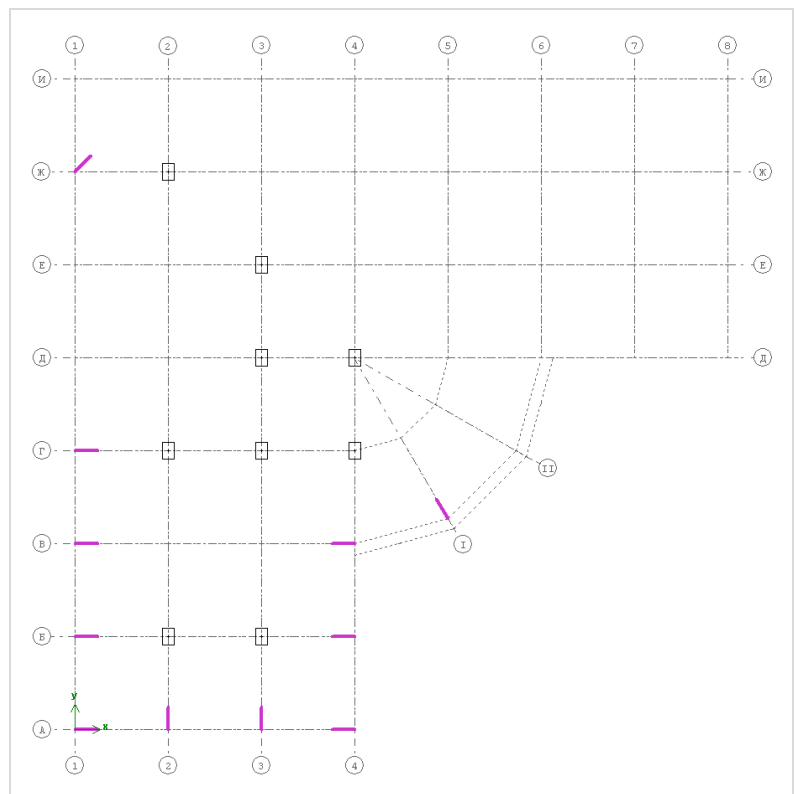

Рис.13.4.4 Короткие стены (пилоны)
- Создайте на схеме пилоны в соответствии с планом здания. Заданные пилоны должны иметь вид, представленный на рис.13.4.4.